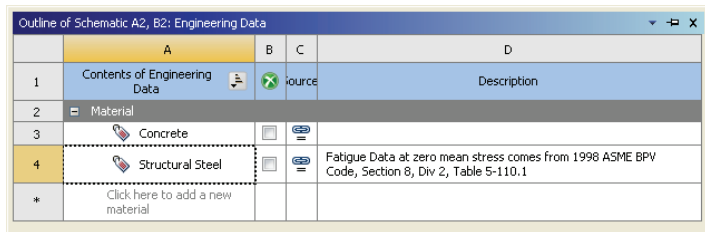

图 22-5 Outline of Schematic A2 显示添加的 Concrete
5) 在界面的空白处单击鼠标右键, 在弹出快捷菜单中选择 Engineering Data Sources, 返回到初始界面中, 此时 Outline of Schematic A2 中将显示添加的 Concrete, 如图 22-5 所示。